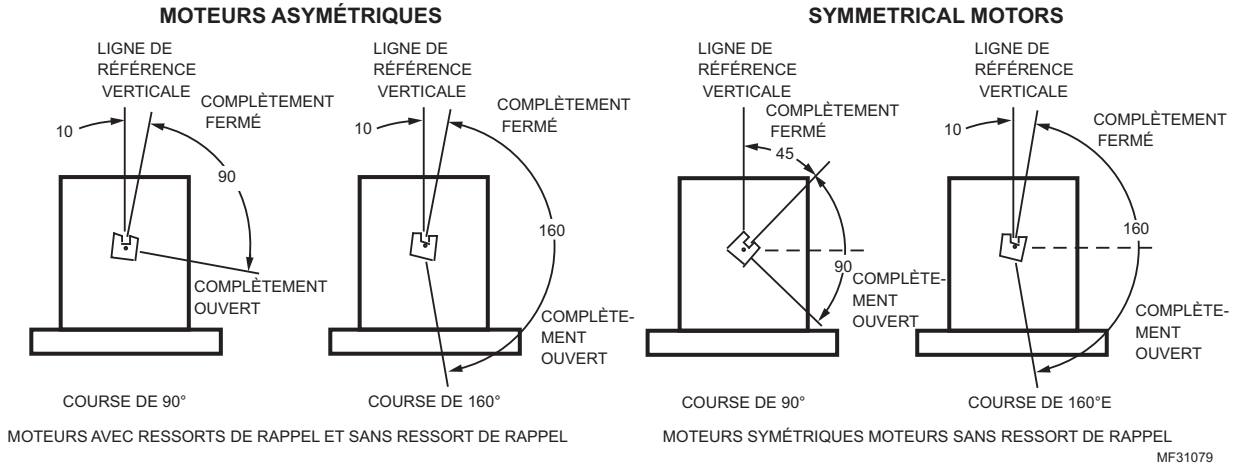

Fig. 1. Course.
**Encombrement :** Voir la Figure 1.
Choisir un emplacement offrant suffisamment d'espace de dégagement pour l'installation des accessoires et pour l'entretien du servomoteur (voir la Fig. 1). Si le servomoteur doit être installé à l'extérieur, utiliser des raccords de conduit étanches aux liquides avec la boîte de jonction pour assurer une protection anti-intempéries NEMA 3. Si le servomoteur doit être installé à l'extérieur autrement qu'à la verticale, installer une trousse d'étanchéisation 4074ERU et des raccords étanches aux liquides pour procurer une protection NEMA 3.
REMARQUE : Voir la Fig. 1 pour obtenir une représentation graphique des positions d'ouverture complète et de fermeture complète.